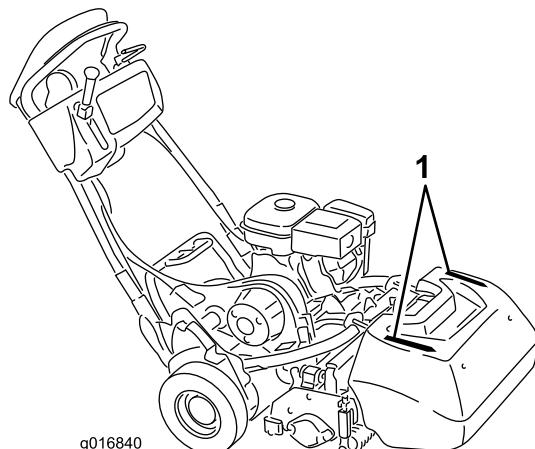

図 25
- 真っ直ぐに刈るコツの一つは、集草バスケットについている線図25を目安にして、となりの刈り跡と平行に、常に一定の距離をおいて歩くことです。